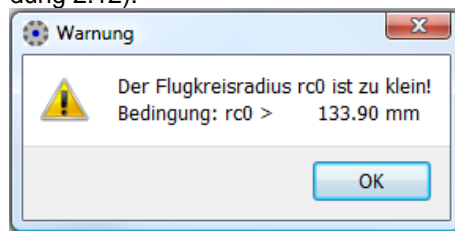

Abbildung 2.12 Warnmeldung, wenn der Flugkreisradius kleiner ist als die Empfehlung
9. Unter „Herstelldaten“ die Herstellung „**Einzel teilendes Verfahren**“ anwählen und den „Flugkreisradius“ eingeben. Wir empfehlen die Auslegungsfunktion  rechts neben dem Eingabefeld „Flugkreisradius“ zu verwenden um einen Vorschlag für die minimale Messerkopfgrösse zu erhalten (gemäss Klingelnberg „Kegelräder“ S. 70) und daraufhin den tatsächlich verwendeten Messerkopfradius aus der Produktion einzutragen. Zusätzlich wird eine Warnung ausgegeben, wenn der Fräskopfradius kleiner ist als die Empfehlung, da in der praktischen Anwendung der Zahneingriff möglicherweise nicht korrekt ist (siehe Abbildung 2.12).